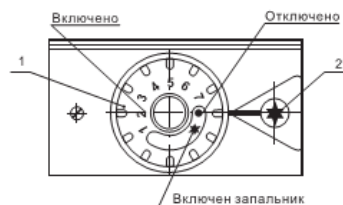

Рис.2 Блок автоматики EUROSIT
- 4.2. Блок автоматики EUROSIT (рис. 2) представляет собой электромеханическое устройство и служит для подачи газа к горелке и запальнику, пьезорозжига, регулирования температуры воды и автоматического отключения газа в таких случаях, как:
- нажимать кнопку пьезорозжига (п. 2, рис. 2), вращать ручку управления (п. 1, рис. 2) без надобности;
- ручка управления рис.2 установлена в положение «отключено» -
- ручкой управления 1 рис.2 установите необходимую температуру в котле. Контроль температуры производить по встроенному термометру 2 рис.1.